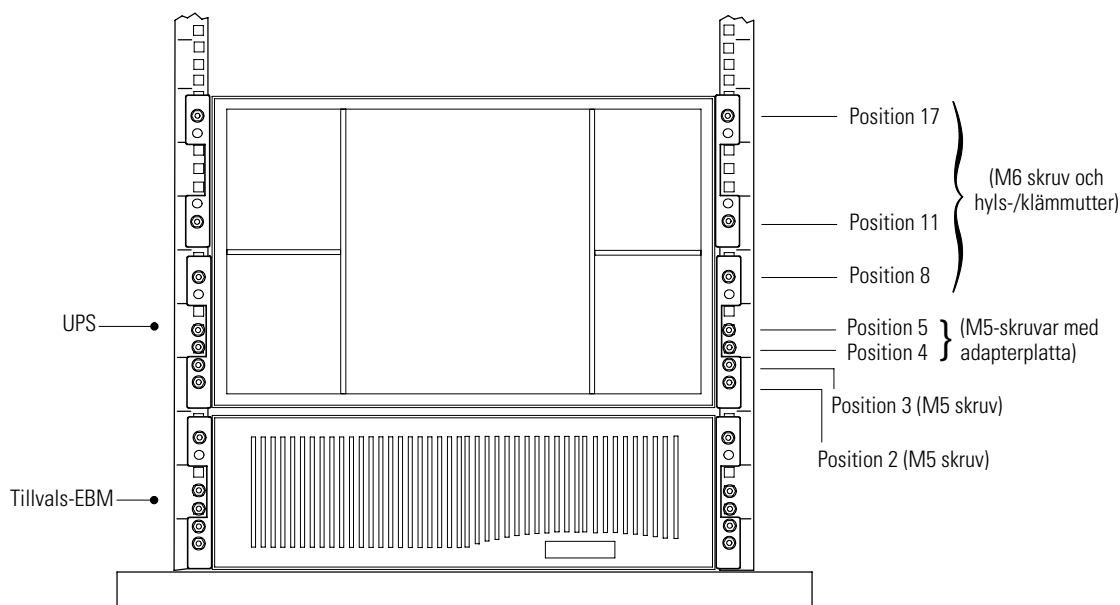

Bild 4. Fästa UPS:ens framsida
OBSERVERA UPS:en tar upp position 1 till position 18 (se Bild 4 på sidan 89).
1. Fäst skenan vid rackets framsida med två M5 maskinskruvar och en adapterplatta (se Bild 4 på sidan 89).
7. Montera sex hyls- eller klämmuttrar enligt Bild 4.
9. Fäst kabinetts framsida vid racket enligt Bild 4.